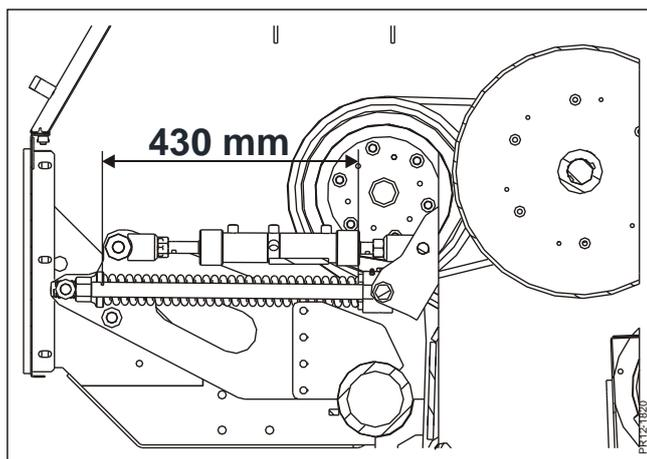

Abb. 4-32
**Abb. 4-32** Die Spannung des Keilriemens wird von der Feder festgelegt, die auf die Länge "A" =430 mm gespannt wird, wenn sich die Rückwärtsfunktion in der Position bei „Einziehen“ befindet.